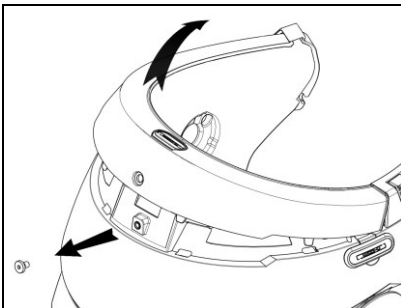

Fig. 4
- Ta bort skruven från hjälmkantens tätning genom att använda den speciella nyckeln (Fig. 4).
- Ta helt bort kanttätningen så som visas i Fig. 4 och avlägsna även den skyddande fyllningen.